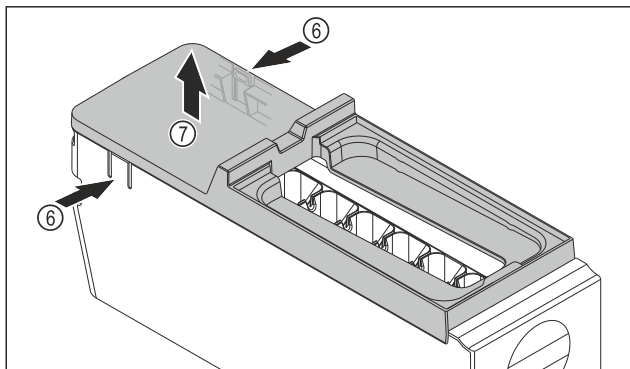

Fig. 131
- ▶ Ta bort skyddet på EasyTwist-Ice-enheten: Tryck på skenorna Fig. 131 (6) på båda sidor av EasyTwist-Ice-enheten med en hand.
- ▶ Ta bort skyddet Fig. 131 (7) uppåt med andra handen.